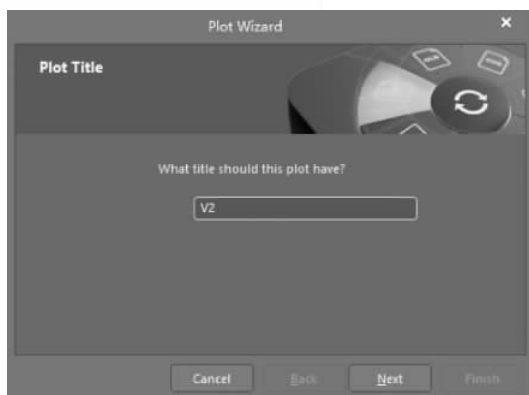

图 3-18 添加图形的配置界面 1
(3) 在出现的 PCB_Project1. sdf 空白界面中单击鼠标右键,出现快捷菜单,选择 Add Plot。
(4) 出现图 3-18 所示的 Plot Wizard-Plot Title(图形向导-图形标题,即三个步骤中的第一个步骤)。在 What title should this plot have(这个图形的标题是什么)中,根据自己的习惯给该图形命名,在此给出的名称是 V2,单击 Next 按钮。